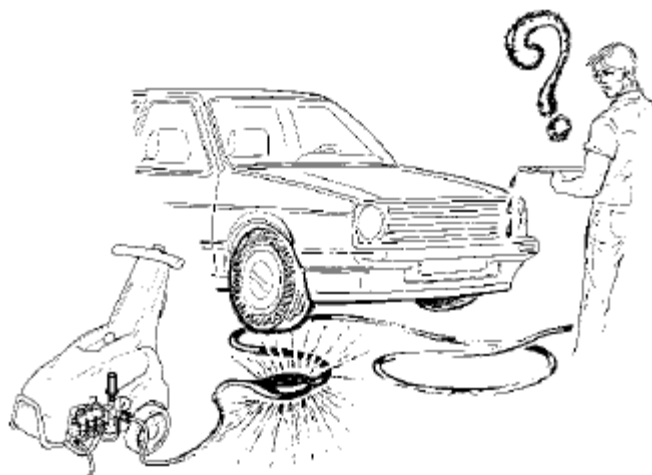

рис.7
10. Убедитесь в том, что шланг подачи воды не придавлен посторонними предметами (рис.7).